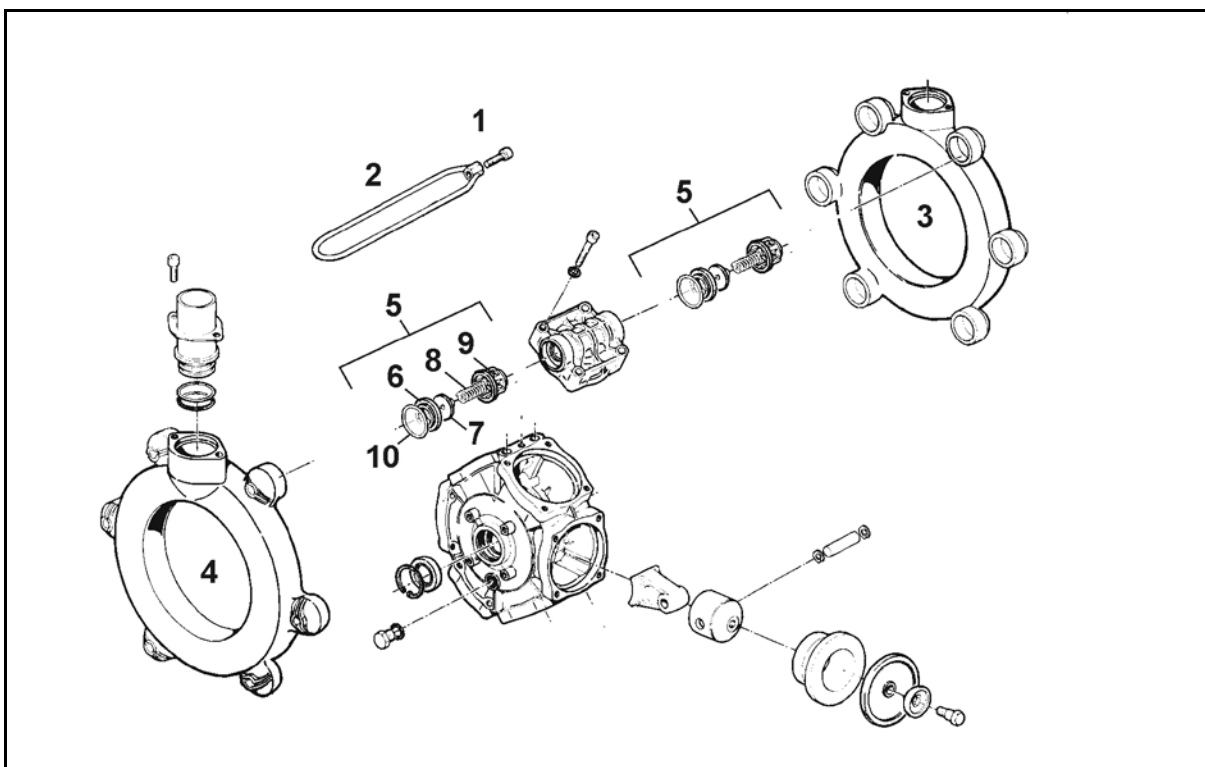

Bild 173
- Kontrollera kolvmembranet (Bild 173/8) beträffande korrekt skick genom demontering minst en gång om året.
- Beakta respektive monteringsläge för ventilerna på sug- och trycksidan, före borttagning av ventilgrupperna (Bild 173/5).
- Byt i princip alla kolvmembran (Bild 173/8), även om bara ett kolvmembran har svällt, är brutet eller poröst.
2. Lossa skruvarna (Bild 173/1) och ta bort spännbygeln (Bild 173/2).
3. Ta bort sug- och tryckkanalerna (Bild 173/3, Bild 173/4) tillsammans med ventilgrupperna (Bild 173/5).
4. När du tagit loss skruvarna (Bild 173/6), demontera cylinderhuvudet (Bild 173/7).
5. Kontrollera kolvmembranet (Bild 173/8).
- Fäst kolvmembranet (Bild 173/8) med låsbricka och skruv (Bild 173/11) i kolven (Bild 173/9), så att kanten pekar mot cylinderlocksidan (Bild 173/7).
- Dra ovillkorligen åt muttrarna (Bild 173/1,2) korsvis med angivna åtdragningsmoment. Felaktig åtdragning av skruvarna leder till spänning och därmed till läckage.
1. Lossa skruven (Bild 173/11) och ta bort kolvmembranet (Bild 173/8) tillsammans med låsplattan från kolven (Bild 173/9).
3. Ta ut cylindern (Bild 173/10) ur pumphuset.
6. Sätt dit cylindern (Bild 173/10) igen i pumphuset.
7. Montera kolvmembranet (Bild 173/8).
8. Fäst cylinderlocket (Bild 173/7) på pumphuset och dra åt skruvarna (Bild 173/6) jämnt korsvis.
9. Montera ventilgrupperna (Bild 173/5) efter kontroll och rengöring.
11. Fäst sug- (Bild 173/3) och tryckkanalen (Bild 173/4) på pumphuset.
12. Dra åt muttrarna (Bild 173/1,2) korsvis med ett åtdragningsmoment på **11 Nm**.